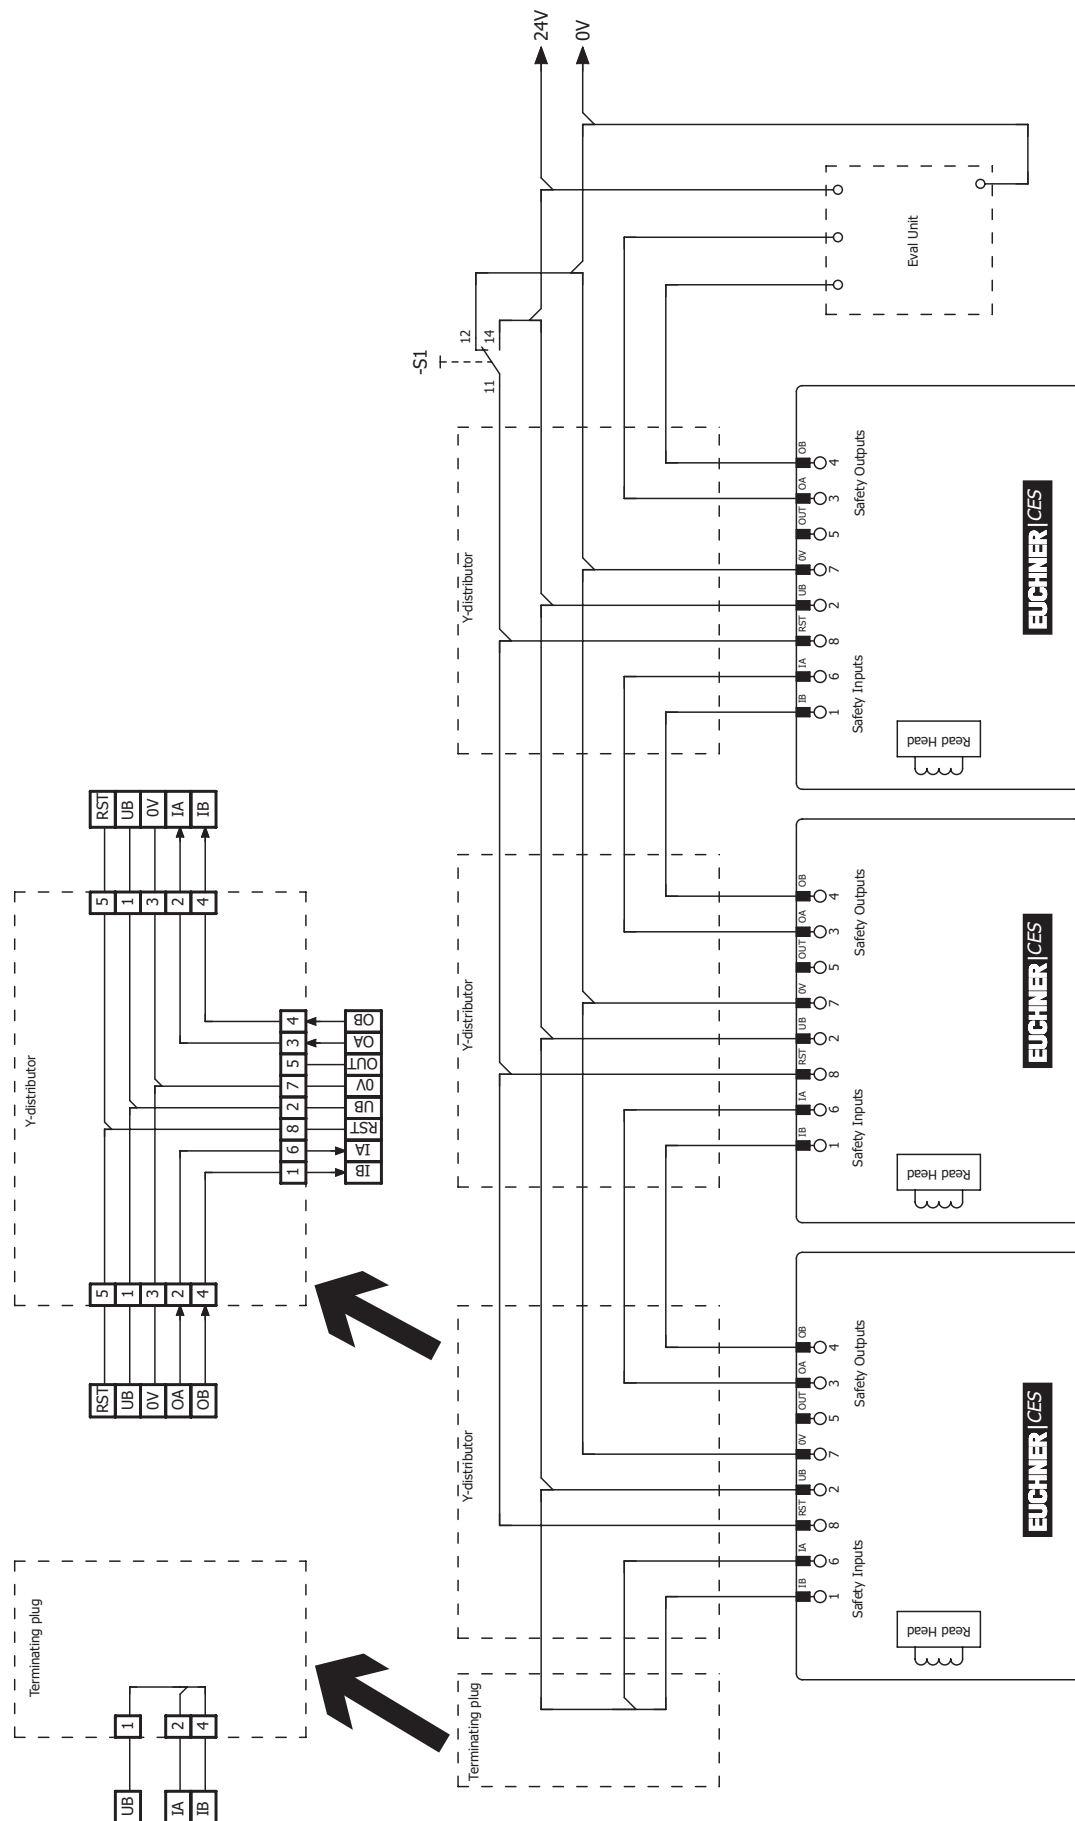

Bild 4: Anschlussbeispiel für Reihenschaltung mit Reset und Wechselschalter
- › Es muss ein gemeinsames Signal für alle Schalter in der Kette verwendet werden. Dies kann ein Wechselschalter sein, es kann aber auch der Ausgang einer Steuerung verwendet werden. Ein Taster ist nicht geeignet, da der Reset im Betrieb immer auf GND liegen muss (siehe Schalter S1 in *Bild 4 auf Seite 20*).
Damit dies möglich ist, muss der Eingang RST wie in *Bild 4 auf Seite 20* beschaltet sein.